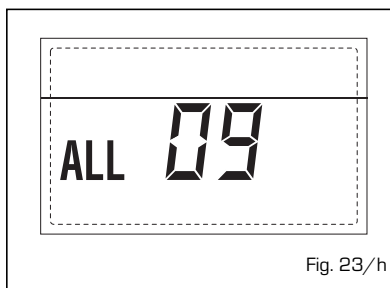

Fig. 23/h
- D.H.W. SENSOR ANOMALY ALARM 10 (fig. 23/i)